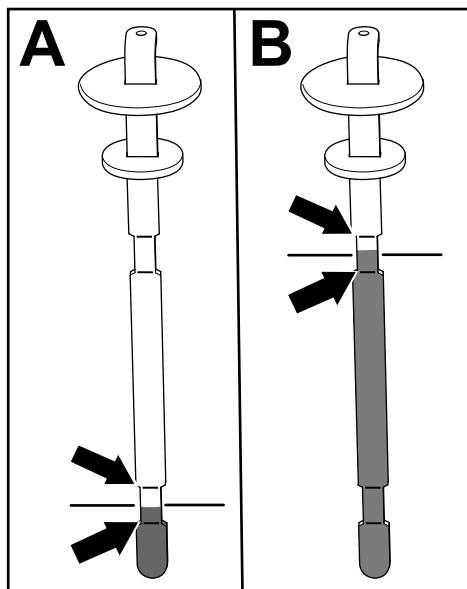

Рисунок 84
5. Извлеките щуп и проверьте уровень рабочей жидкости (Рисунок 84).
- **Если у вас на машине установлен режущий блок:** уровень гидравлической жидкости должен находиться на соответствующем уровне между 2 нижними отметками на щупе (А на Рисунок 84). Также допустимо, если уровень жидкости находится выше нижних отметок.
**приводом:** уровень гидравлической жидкости должен находиться на соответствующем уровне между 2 верхними отметками на щупе (В на Рисунок 84).